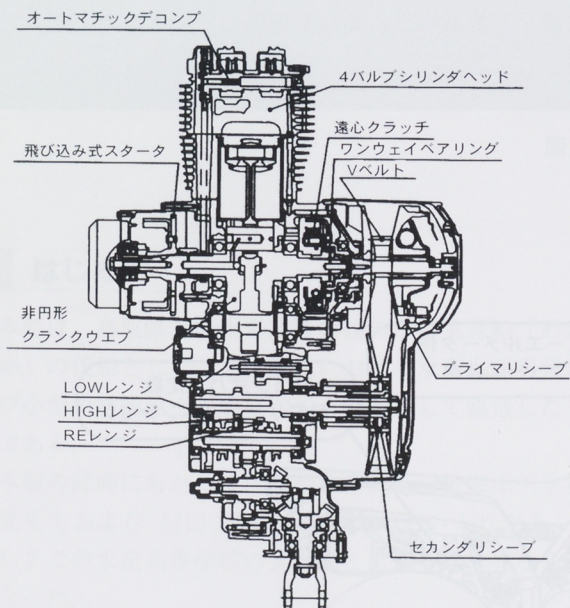

図2 エンジンフィーチャーマップ
「頂点モデルとして色々使えて、だれでも楽に乗れるATV」を実現するため、排気量はATV最大の600ccとし、ATV初のエンジンプレーキを付加したVベルトオートマチックトランスミッションを採用し、オンコマンドディファレンシャルとの組み合わせにより、幅広い機能を持たせたエンジン（図2）を開発した。以下に特徴を紹介する。
- (1) 図2に示す遠心クラッチと、Vベルトオートマチックおよびカムタイプのワンウェイベアリングを組み合わせ、アイドリング状態で下り坂を下るような時でも、ワンウェイベアリングを介して後輪からの逆駆動力をクランク軸へ伝え、エンジンプレーキを